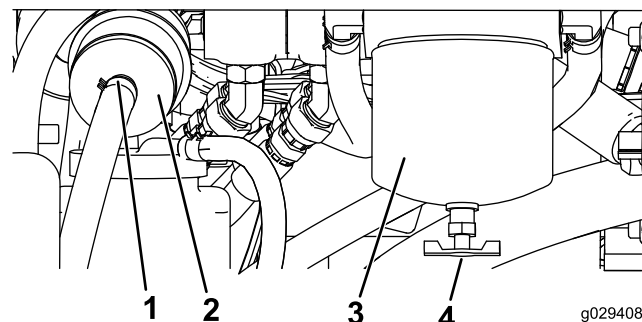

Figura 48
1. Localice el filtro de combustible en el lado trasero del motor (Figura 48), y coloque debajo un recipiente limpio.
1. Localice los filtros de combustible en el lado derecho del motor (Figura 48), y coloque debajo un recipiente limpio.
2. Limpie la zona de montaje del cartucho del filtro (Figura 48).
3. Retire el cartucho del filtro y limpie la superficie de montaje (Figura 48).
5. Instale el cartucho del filtro a mano hasta que la junta entre en contacto con la superficie de montaje, luego gírelo media vuelta más (Figura 48).
6. Localice el filtro en línea detrás del cartucho del filtro de combustible (Figura 48) y observe la flecha de sentido de flujo impresa en el lateral del filtro en línea.
7. Abra las abrazaderas de cada extremo del filtro en línea y retire las mangueras del mismo (Figura 48). Deseche el filtro.
8. Deslice las mangueras sobre el extremo de un filtro nuevo (Figura 48), asegurándose de que la flecha del filtro apunta en el mismo sentido que en el filtro viejo.